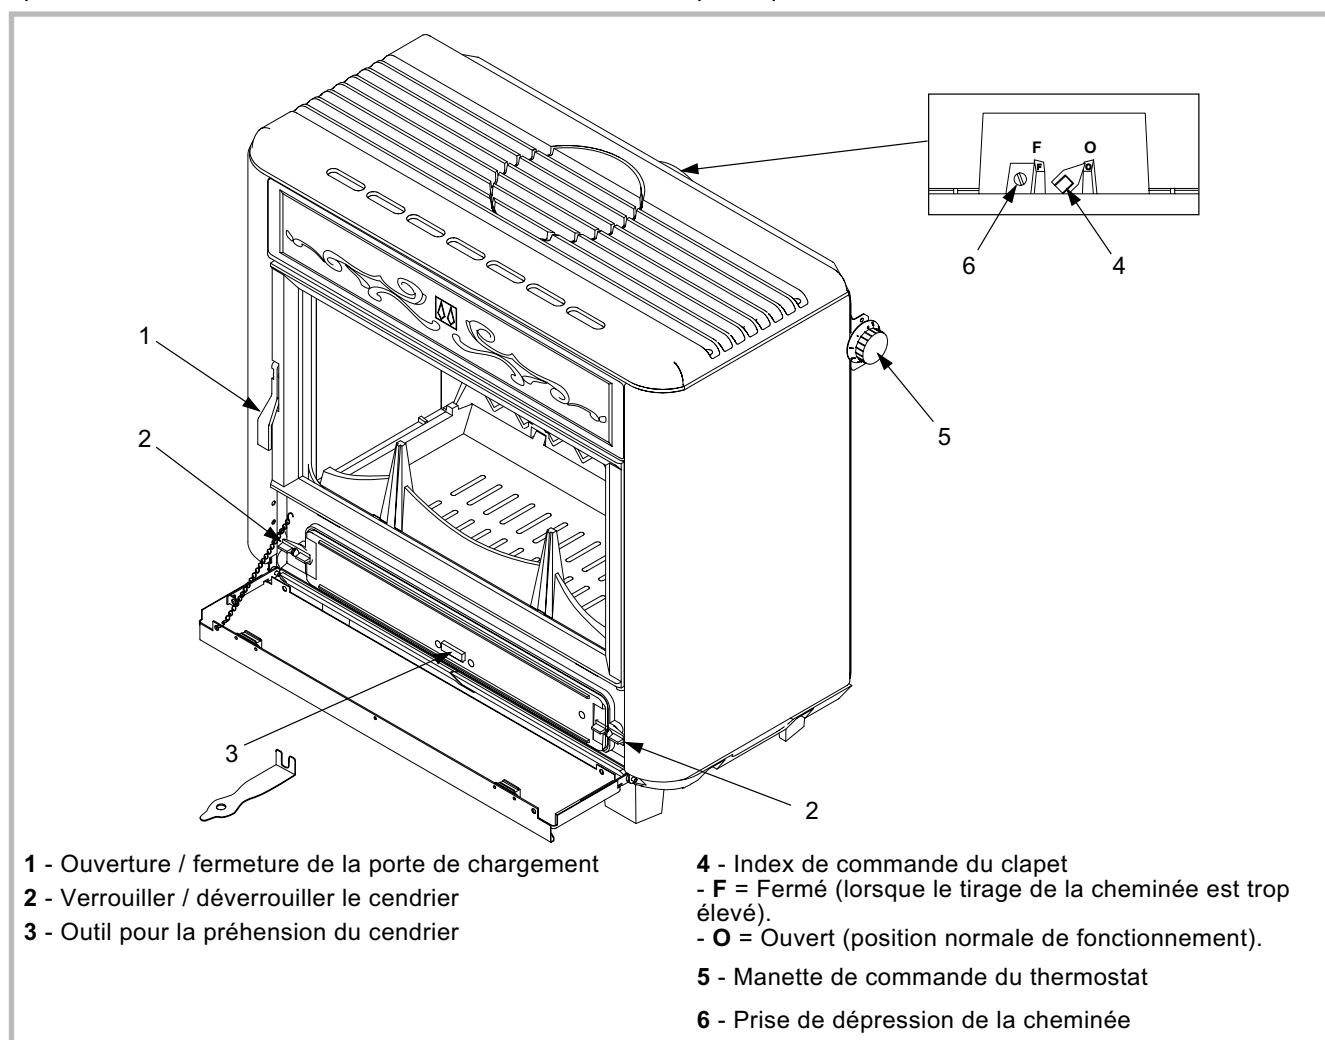

Figure 7 - Organes de manœuvre
- Après installation de l'appareil, vérifier le tirage de la cheminée. Ôter préalablement la vis, (# 6, fig. 7).
- Vérifier que le clapet de tirage est ouvert (# 4, fig. 7).
Remarque : Lorsque le tirage de la cheminée est excessif, positionner l'index de commande du clapet sur F ou sur une position intermédiaire (# 4, fig. 7).